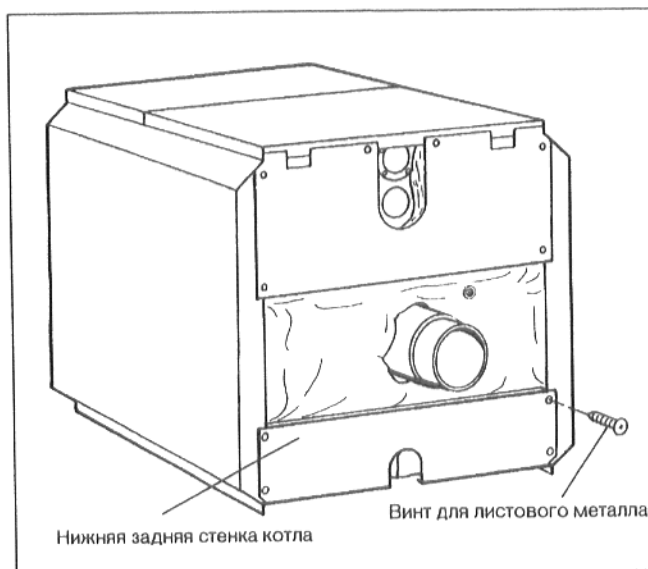

рис. 35
- Привинтить нижнюю заднюю стенку котла (рис. 35), к боковым стенкам таким образом, чтобы вырез для патрубка наполнения и опорожнения был обращен вниз.